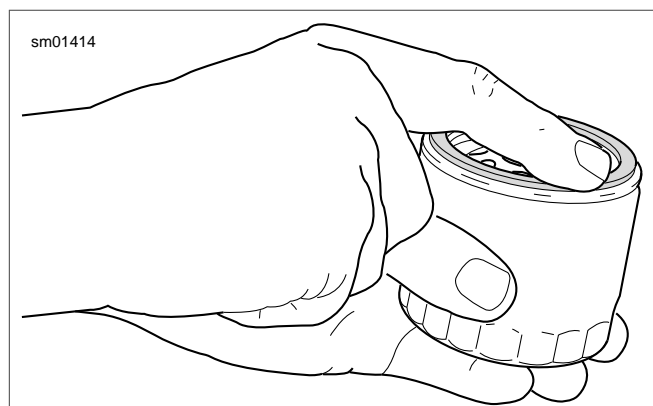

Figure 1-5. Lubrification du nouveau joint du filtre à huile
5. Voir Figure 1-5. Lubrifier le joint du **nouveau** filtre à huile avec de l'huile moteur et installer le **nouveau** filtre. Serrer le filtre à huile à la main d'un demi à trois-quarts de tour une fois que le joint touche la surface de montage du filtre. Ne PAS utiliser de clé à filtre à huile lors de l'installation du filtre à huile.